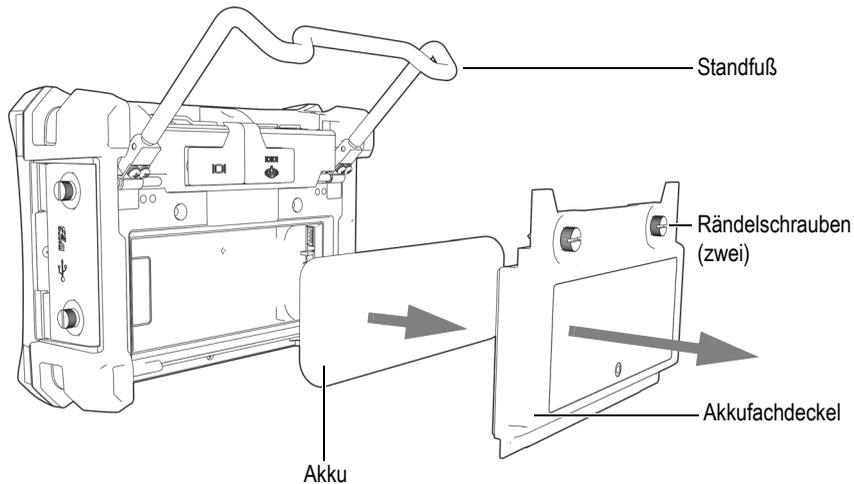

Abbildung 2-10 Einlegen des Lithium-Ionen-Akkus
1. Klappen Sie den Standfuß des BondMaster 600 hoch (siehe Abbildung 2-10 auf Seite 44).